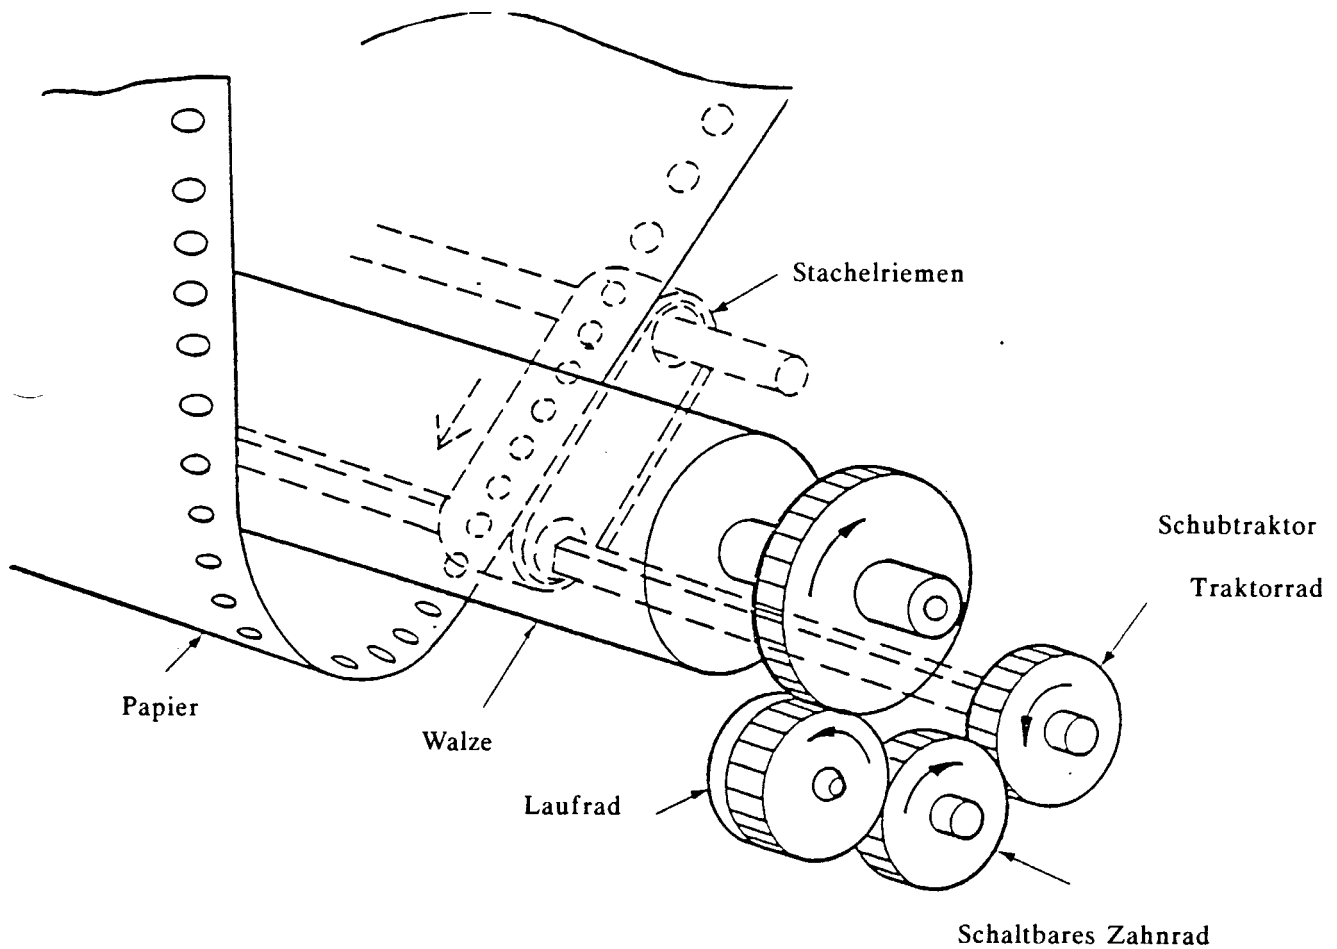

Abbildung 3.8 Einzug von Endlospapier
(2) Endlospapiertransport (siehe Abbildung 3.8)